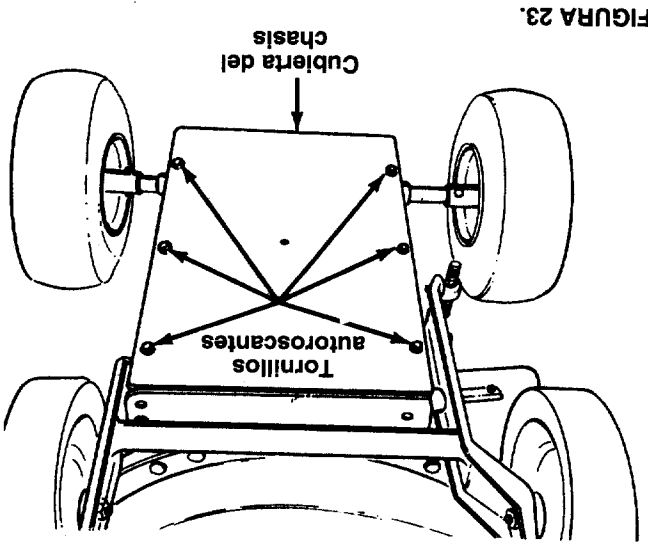

FIGURA 23.
- Retire la cubierta del chasis retirando seis tornillos autoroscantes de la parte interior de la astilladora-aspiradora. Vea la figura 23.